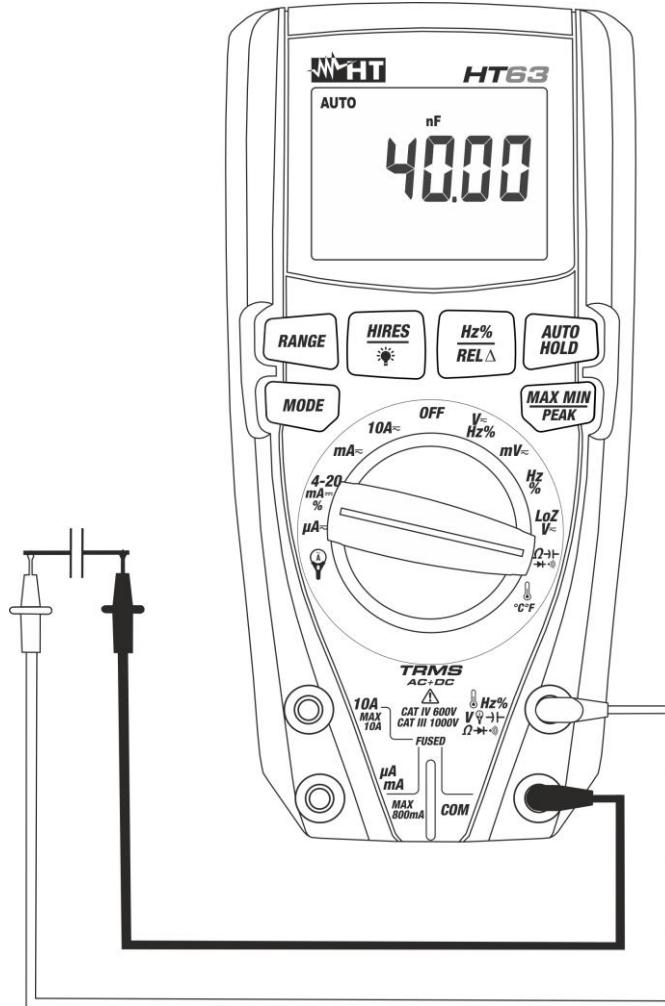

Abb. 8: Verwendung des Gerätes für Kapazitätssmessung
5. Verbinden Sie die Messleitungen mit den beiden Enden des zu messenden Kondensators und dabei achten Sie, wenn nötig, auf die positive (rotes Kabel) und negative (schwarzes Kabel) Polarität (siehe Abb. 8). Der Kapazitätswert erscheint auf dem Display. Der Bargraph ist bei dieser Funktion nicht aktiv.